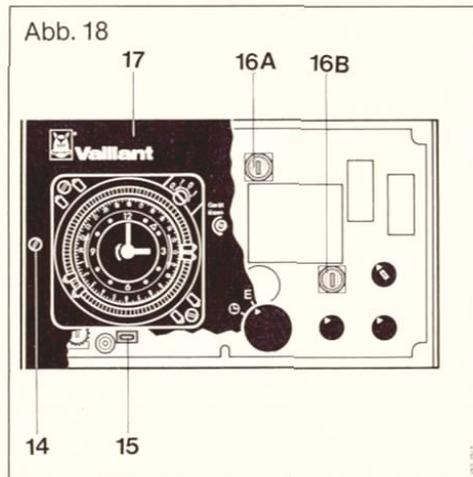

Abb. 18
- Schrauben (14) lösen, Blende (17) am Kompaktregler ausrasten und abnehmen. Abb. 18.
- Die Steckbrücke (15) von der Schaltplatine des Kompaktreglers abziehen.
- Beim Wiedereinsetzen der Blende (17) zuerst die Oberseite einrasten. Beim Einrasten der Unterseite Bedienungsknöpfe in die Blendenbohrungen einrasten.